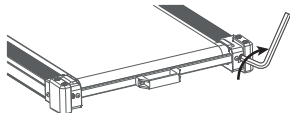

Figure 2
- Si la courroie de marche s'est déplacée vers la droite, utilisez l'outil hexagonal pour tourner la vis du galet tendeur droit dans le sens des aiguilles d'une montre d'un quart de tour (voir figure 2).